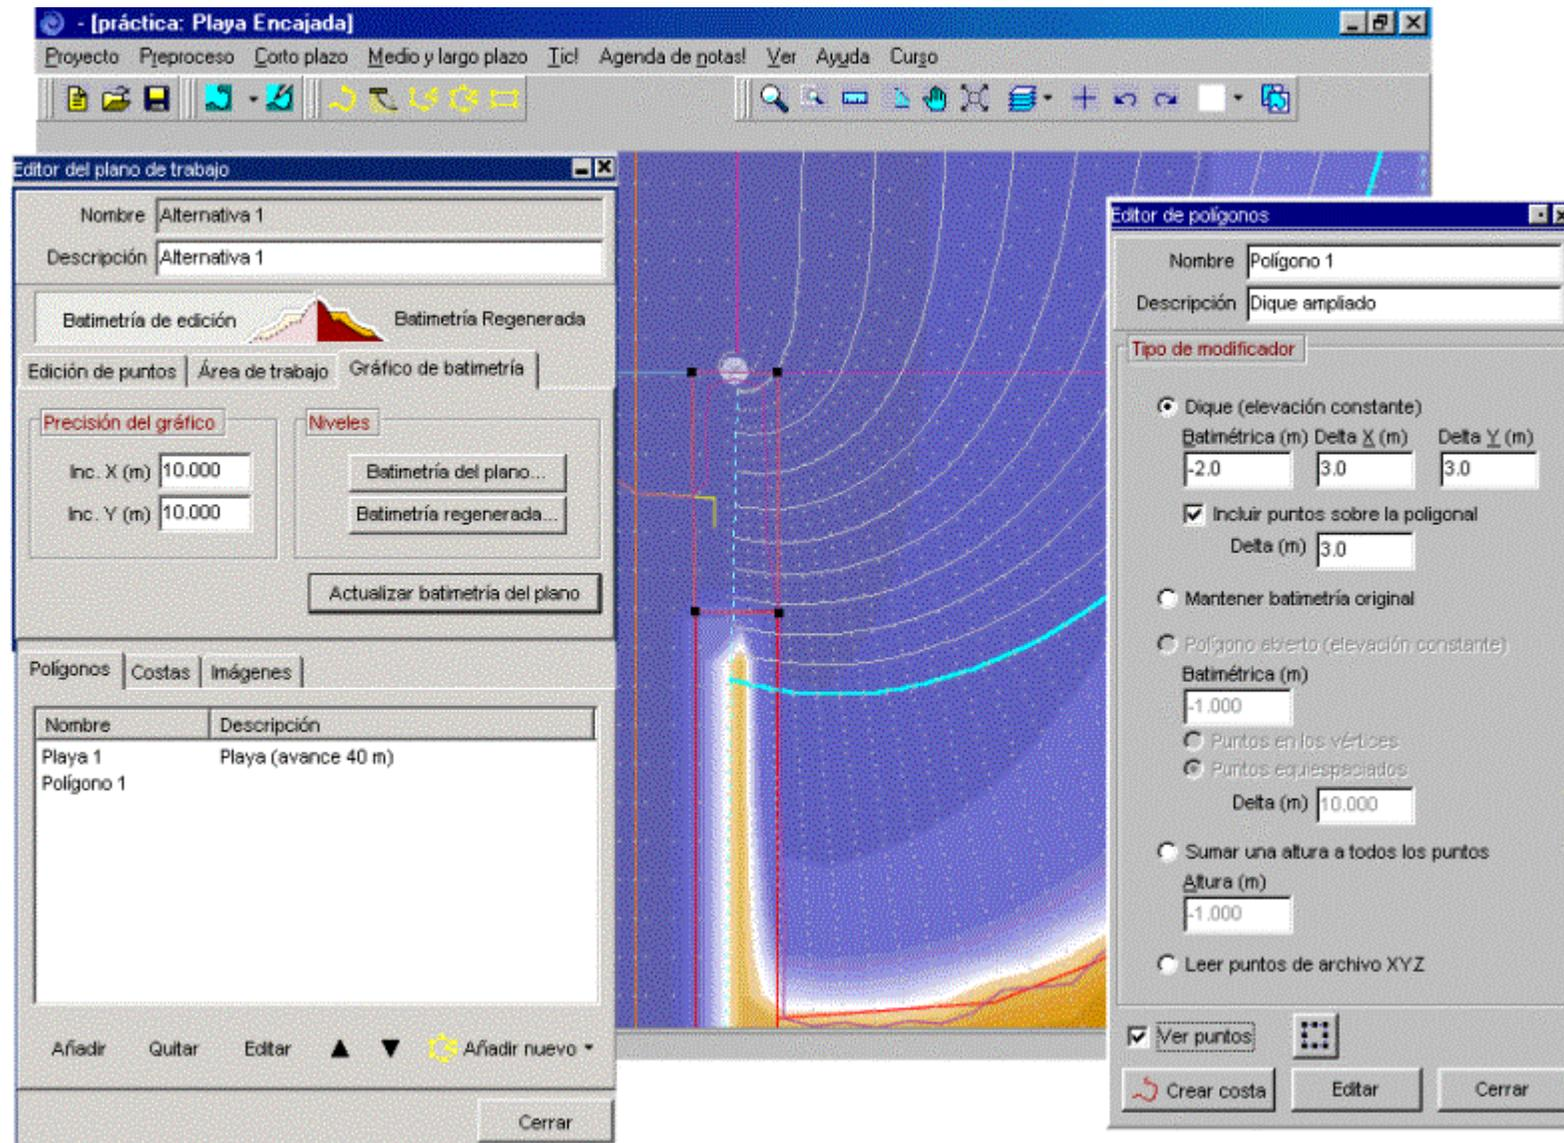

Figura 7.12
- Activar el botón de “Zoom” (6) y ampliar la imagen tal como se muestra en la figura 7.12, en la zona comprendida entre el morro del dique actual y el punto de control de la playa;
- Pulsar el botón (5) con el dibujo de un rectángulo, y proceder a generar la prolongación del dique actual (el manejo gráfico de esta herramienta se describe en la sección 6.9.1), momentáneamente desaparecerá el punto de control, lo cual no es relevante puesto que se podrá corregir el polígono una vez generado;
- Corregir los vértices cercanos al punto de control, tal como se muestra en la figura 7.12. Se debe poner especial cuidado, para que el polígono de la playa quede contenido dentro del polígono del dique (línea en color rosado). Esta intersección permite que no queden puntos de la batimetría base entre la playa y la prolongación del dique. El programa genera el terreno de acuerdo con el orden de los polígonos en el editor de batimetría, en este caso, el dique será generado después de la playa;
- A continuación maximizar el editor de polígonos si está minimizado, y fijar las opciones que aparecen en el editor de la figura 7.12;